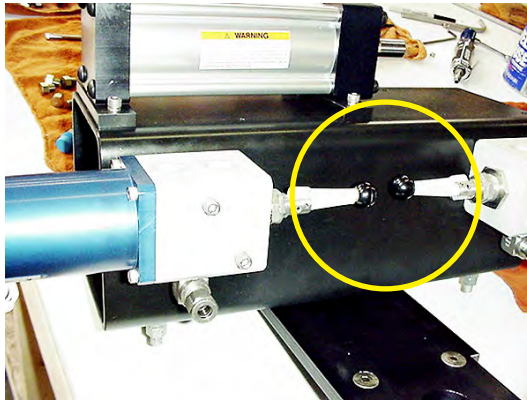

Figura C.4-2 Alavancas de Anulação Manual do Solenoide (Posição B)
2. Se a unidade estiver em falha no local durante a perda de energia, coloque as duas válvulas solenoides na posição B, como mostra a Figura C.4-2.